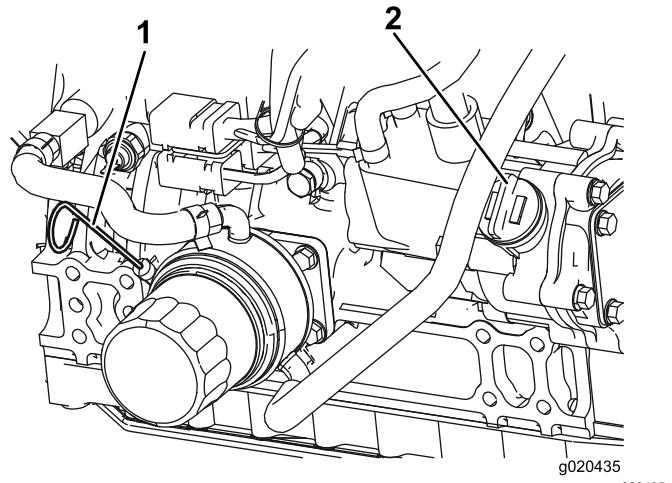

Figura 55
3. Togliete l'asta di livello, pulitela strofinandola, rimettetela nel tubo ed estraetela di nuovo. Il livello dell'olio deve essere tra la tacca "Full" (pieno) e quella "Add" (aggiunta) (Figura 55).
- Se il livello dell'olio è basso, rimuovete il tappo di riempimento (Figura 55) e aggiungete olio fino a quando il livello non è compreso tra la tacca "Full" (pieno) e quella "Add" (aggiunta). **Non riempite troppo..**